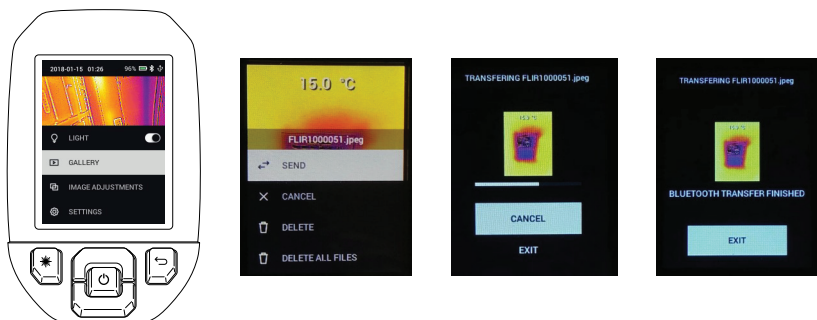

図 7.2 モバイル デバイスへの画像の送信
1. メイン メニューから、カメラの [Image Gallery] (画像ギャラリー) を開き、矢印キーを使用して画像までスクロールします。このセクションをサポートする図については、以下の図 7.2 および 7.3 を参照してください。